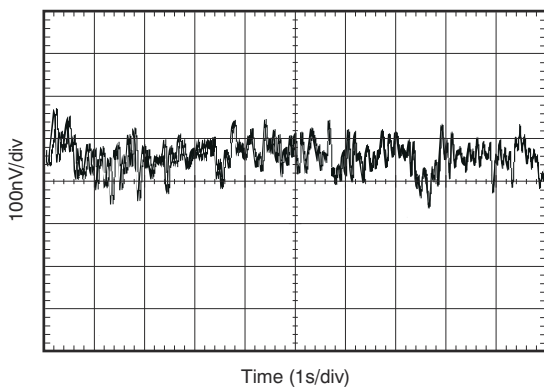

图 6-9. 0.1-Hz to 10-Hz Noise
0.1-Hz to 10-Hz Noise	<a href="#">图 6-9</a>